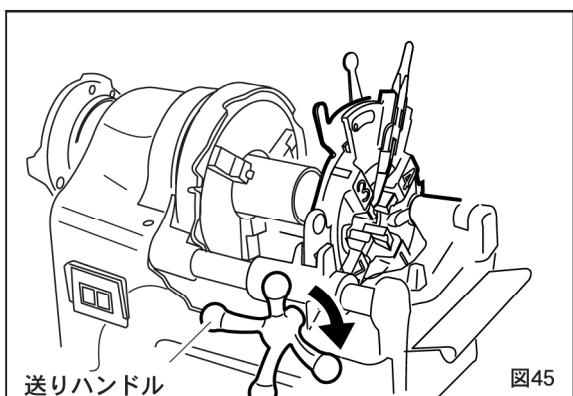

図45
④送りハンドルを右回り方向に動かしパイプにチエーザを押し付け食い付かせてください。ねじ山が3～4山切れればあとは自動的にねじが切れます。（図45）
⑤ねじが規定の寸法まで切れたら、切上げレバーによりチエーザが自動的に開きます。
⑥あとは送りハンドルでダイヘッドをパイプからはなせばねじ切りは完了です。